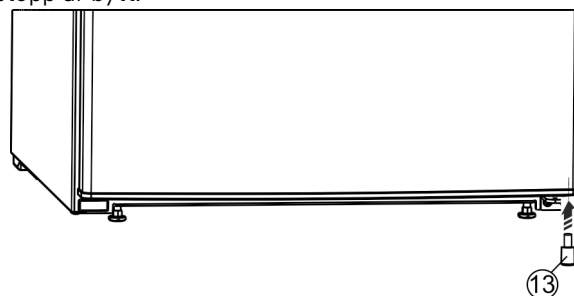

Fig. 27*
- Distansdelen Fig. 27 (13) sätts åter in nere till höger på dörren, eftersom detta är viktigt för skåpets stabilitet.*